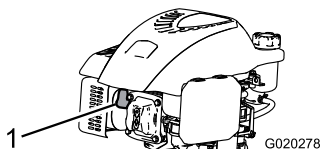

Bild 27
2. Ziehen Sie den Zündkerzenstecker (Bild 27) ab, bevor Sie Wartungsarbeiten ausführen.